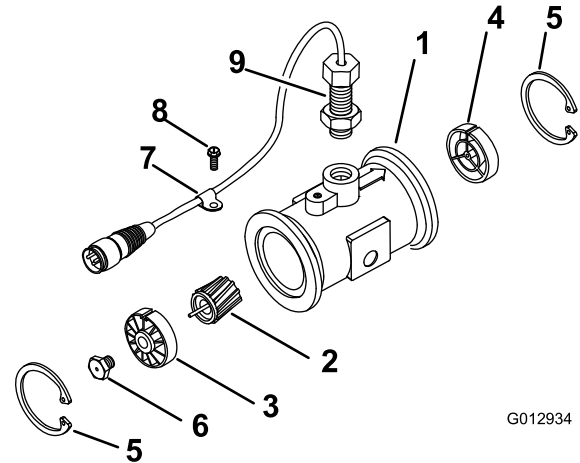

Figura 54
3. Retire el anillo de sujeción del lado “aguas arriba” (Figura 54).